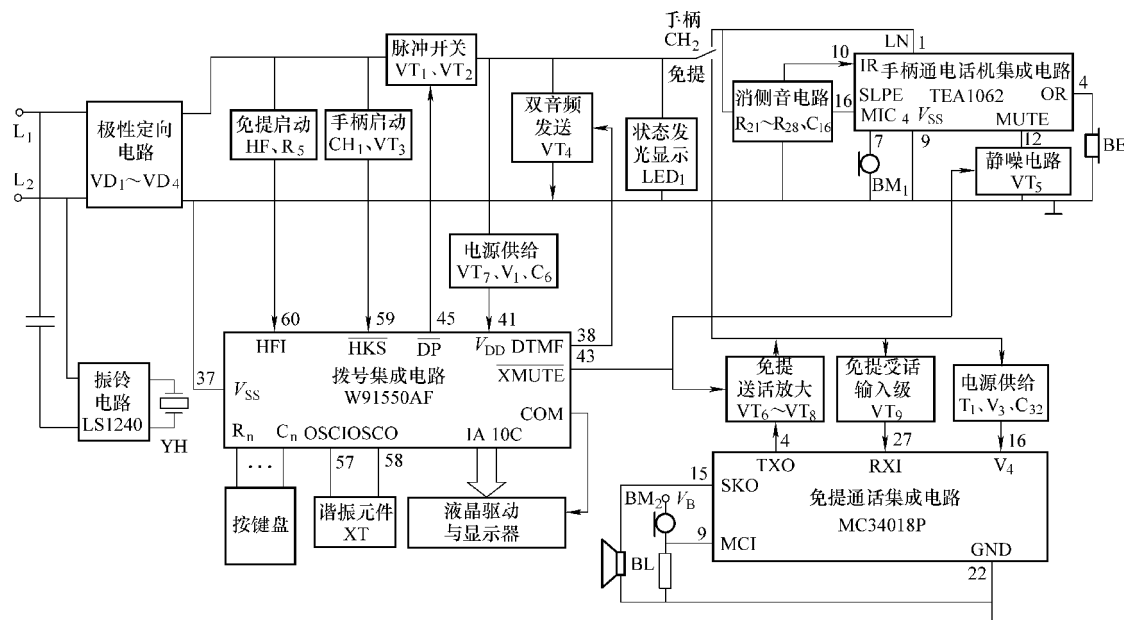

图 7-11 HA8988 (2) P/TSD 电话机电路组成框图
(1) 电路组成框图
HA8988 (2) P/TSD 型多功能电话机电路主要由振铃电路、电源供给电路、拨号电路和通话电路四部分组成,其电路组成框图如图 7-11 所示。